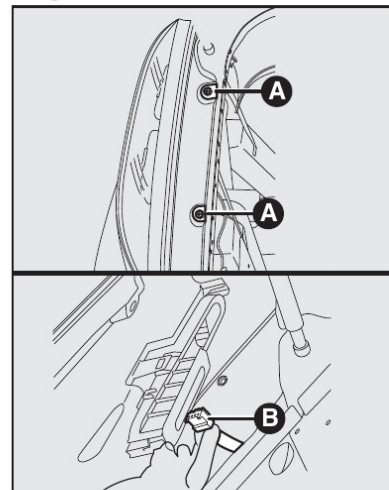
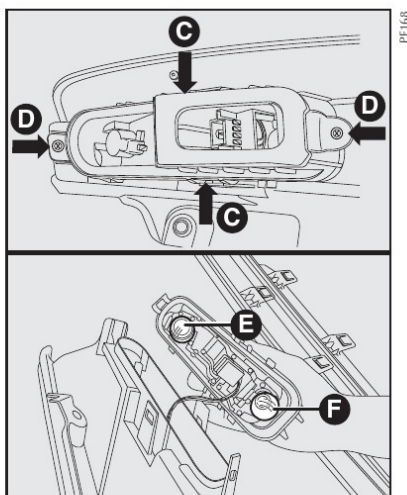

fig. 23
fig. 24
### GRUPOS ÓTICOS TRASEIROS - fig. 23 e fig. 24
- Retirar os parafusos de fixação **A-fig. 23**;
- Retirar o porta-lâmpada destravando-o nos pontos **C-fig. 24** e retirando os parafusos **D-fig. 24**;
- Desconectar o conector elétrico **B-fig. 23** e remover o grupo ótico;